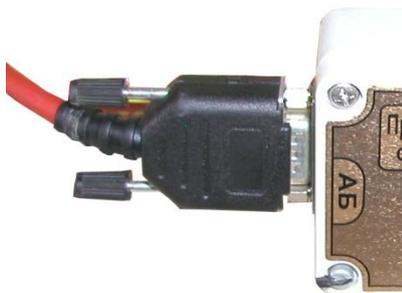

Рисунок 1.4.2. Подключение кабеля АБ
4. Подключите кабель АБ, один конец которого заделан в корпус антенны, к разъему АБ оптического преобразователя (рисунок 1.4.2);